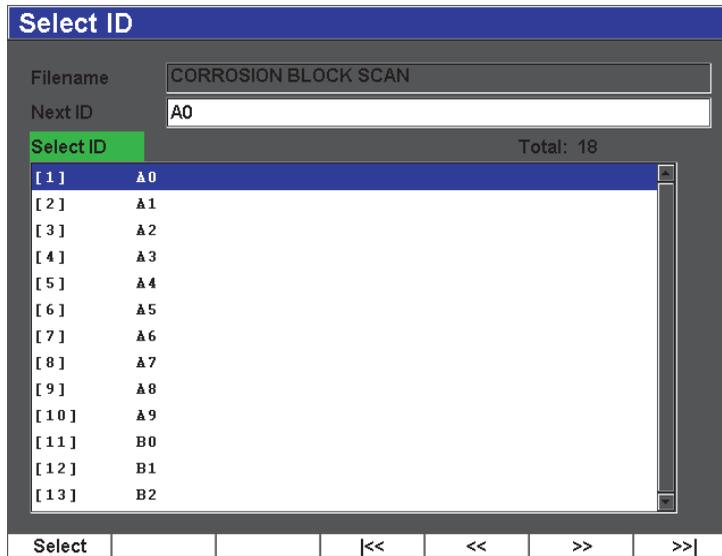

Figura 11-11 Menú de selección del ID
- Para seleccionar un ID en la lista de ID disponibles, seleccione **File > Select ID** (véase la Figura 11-11 en la página 220).